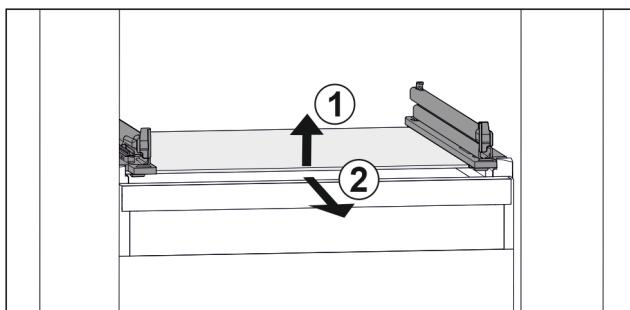

Fig. 97 Příklad znázornění skleněné desky
- Nadzvedněte skleněnou desku vpředu. Fig. 97 (1)
- Vyjměte skleněnou desku dopředu. Fig. 97 (2)